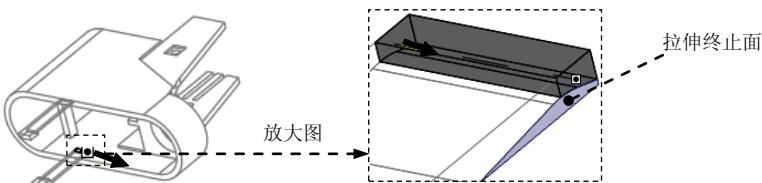

图 19.27 选取拉伸终止面
(5) 设置深度选项。
① 在操控板中选取深度类型 (到选定的)。
② 将模型调整到图 19.27 所示的视图方位，选择图 19.27 所示的平面为拉伸终止面。